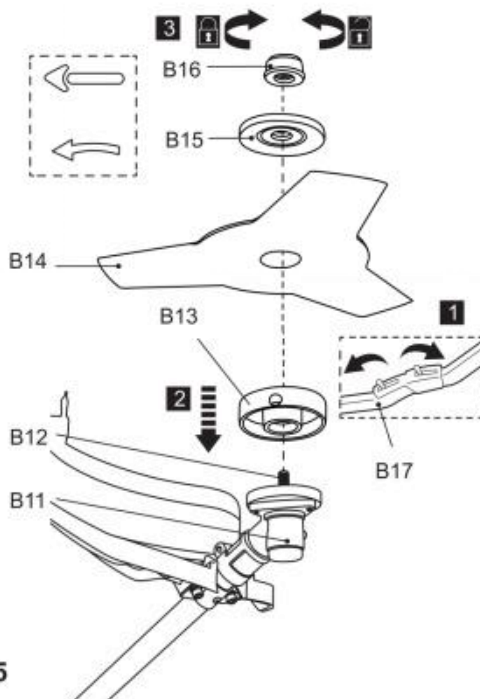

Fig. 5
- 7) Serrez l'écrou (B16) pour fixer la lame de coupe dans le sens antihoraire tout en bloquant la broche (B12) avec la clé hexagonale (E5). Retirez ensuite la clé hexagonale (Fig. 5).